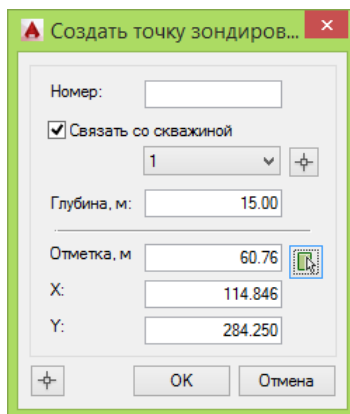

Рис. 43. Диалоговое окно создания физической точки зондирования.
- В диалоговом окне *Создать точку зондирования* (см. Рис. 43) указать номер, связь со скважиной, глубину и координаты точки зондирования.
- При создании физической точки зондирования (см. Рис. 43) в диалоговом окне *Создать точку зондирования* установить флажок *Связать со скважиной*, из выпадающего списка выбрать нужную скважину (или указать скважину на чертеже, нажав кнопку ).